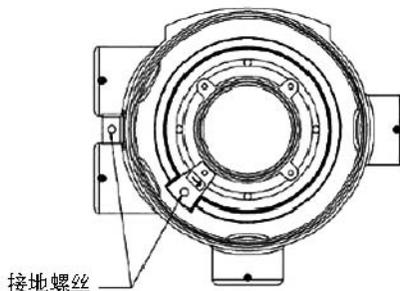

图1-8 Ultima-XE 的接地端
2. 对于安装 Ultima-XE 和 XIR，内部的接地端子必须连接大地。外壳的接地端仅适用于补充接地，以满足当地法规要求。请参看图1-8。